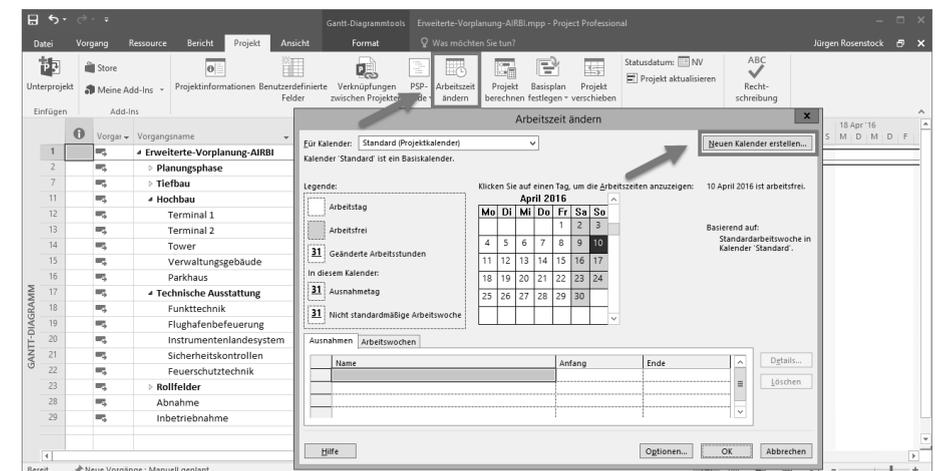

Abbildung 6.7 Aufruf der Dialogbox »Arbeitszeit ändern« für das Erstellen eines neuen Kalenders
1. Wählen Sie das Menüband PROJEKT aus. Klicken Sie hier auf die Schaltfläche ARBEITSZEIT ÄNDERN (siehe Abbildung 6.7).